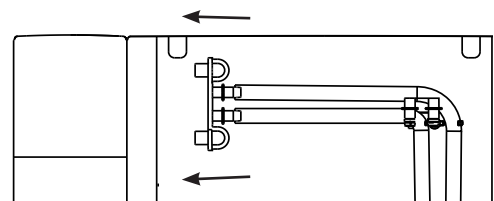

Figura 4
4. Cuando la luz indicadora de "Limpeza" se apaga, drene el ópalo. Desenganche la parte superior de las mangueras de drenaje en la parte posterior de la unidad. Ver Figura 4.